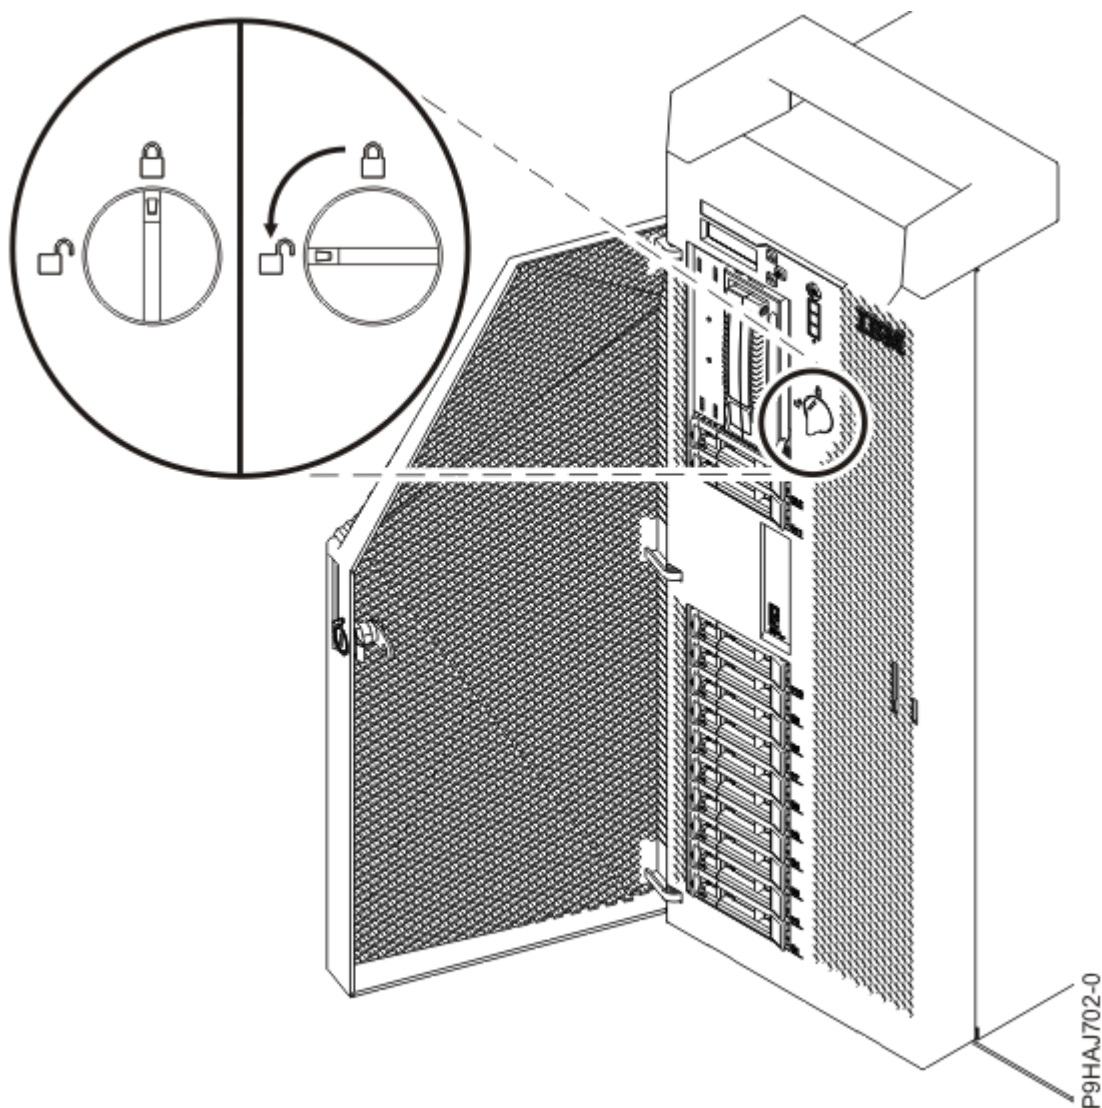

Figure 100. Ouverture du loquet de couvercle avant
- c) Tournez le loquet du couvercle vers la gauche (dans le sens contraire des aiguilles d'une montre) afin de déverrouiller le loquet, comme illustré dans la Figure 100, à la page 107.